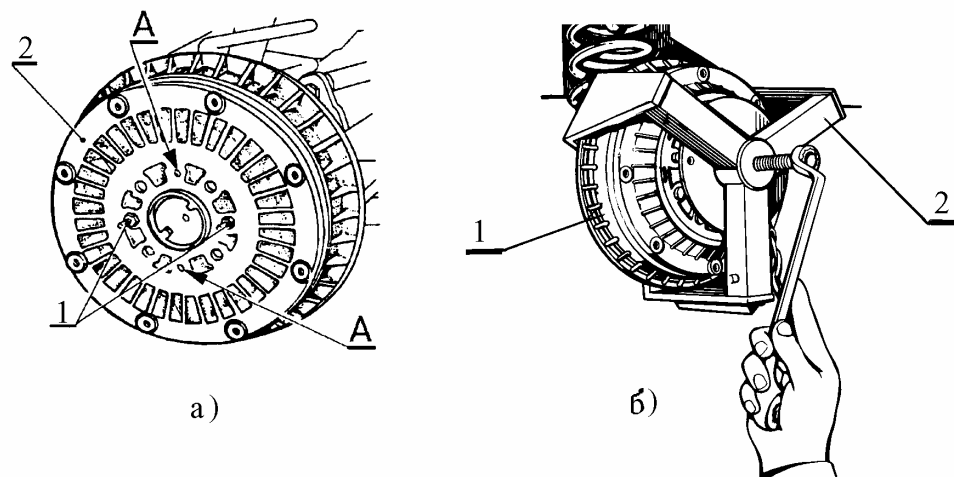

Рис.3 Снятие тормозного барабана:
3.5 Вывернуть направляющие штифты 1, рис.3, из полуоси, вернуть их в резьбовые отверстия "А" барабана до его отделения и снять барабан 2101 – 3502070 (ключ кольцевой 12).
Для 2121 - 3502070: отвернуть болты крепления барабана и завернуть их в резьбовые отверстия до отделения барабана от полуоси. Если указанным методом барабан не отделяется, установить на барабан 1, рис.3б, съемник 2 и, заворачивая болт съемника, снять тормозной барабан (ключи кольцевые 12 и 22 или головки сменные 12 и 22, вороток с удлинителем, съемник 67.7823.9519).